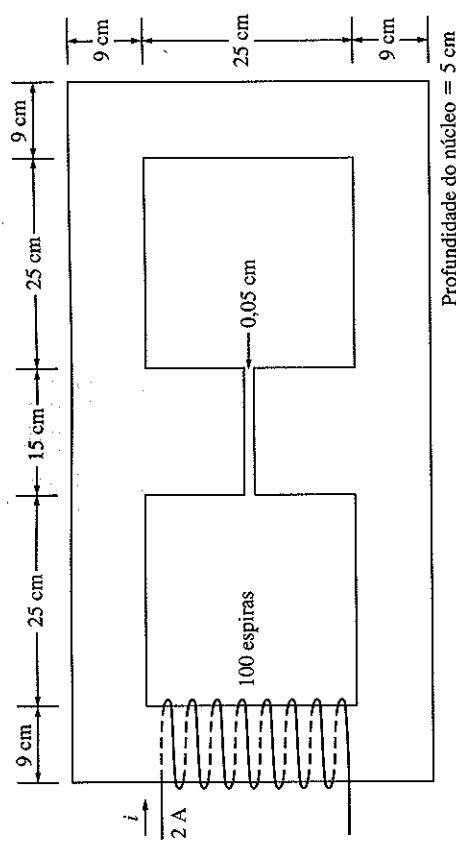

FIGURA P1-5
- 1.8 Um núcleo com três pernas está mostrado na Figura P1-5. Sua profundidade é  $5 \text{ cm}$  e há  $100$  espiras na perna esquerda. Pode-se assumir que a permeabilidade relativa do núcleo é  $2000$  e constante. Que fluxo existe em cada uma das três pernas do núcleo? Qual é a densidade de fluxo em cada uma das pernas? Assuma um aumento de  $5\%$  na área efetiva do entreferro devido aos efeitos de espraçamento.